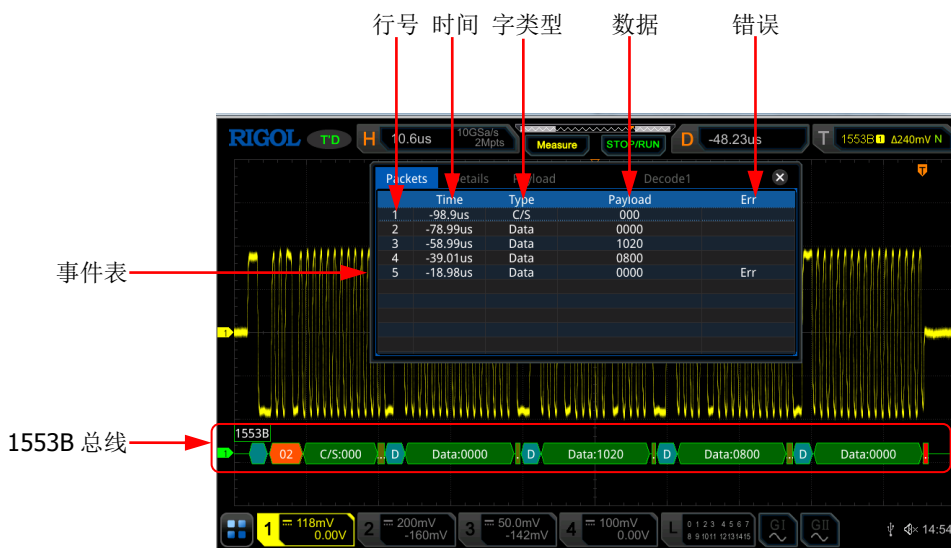

图 11-15 1553B 解码事件表
- 打开或关闭事件表：连续按 **事件表** 键，打开或关闭事件表显示。打开事件表，屏幕弹出如图 11-15 所示的事件表。您也可以用触摸屏功能触摸事件表右上方的图标  关闭事件表功能。另外，当运行状态为“STOP”时，您还可以旋转多功能旋钮  选择指定行并查看相应的解码信息。